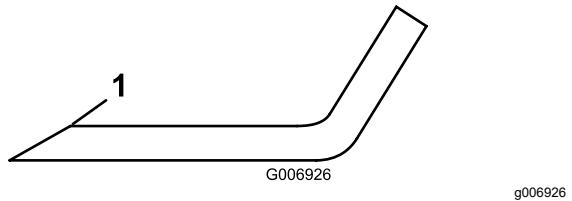

図 74
- すべてのブレードについて、刃先を点検し、摩耗や欠けがある場合には研磨する。研磨は刃先の上面だけに行い、刃の元々の角度を変えないようにする図 74。